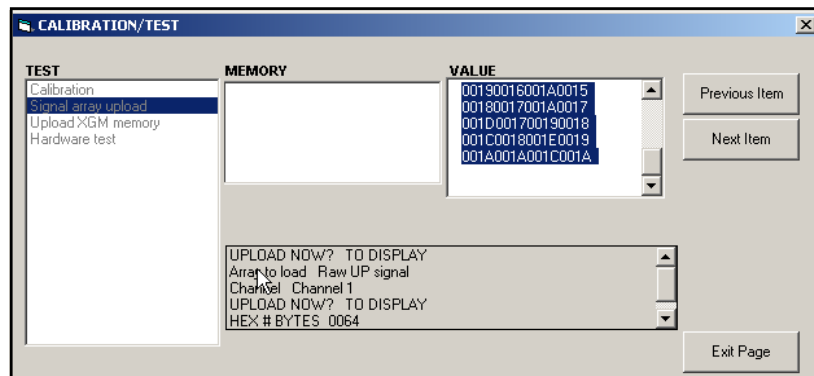

Figura 12: Datos de la matriz de señales mostrados en PanaView
- Si hace doble clic en *To Display*, el panel derecho de la ventana aparece de forma similar a la *Figura 12*, a continuación, y los datos están disponibles para su evaluación inmediata. Haga clic en [Salir de la página] para cerrar la ventana y volver al menú *Calibración/Prueba*.